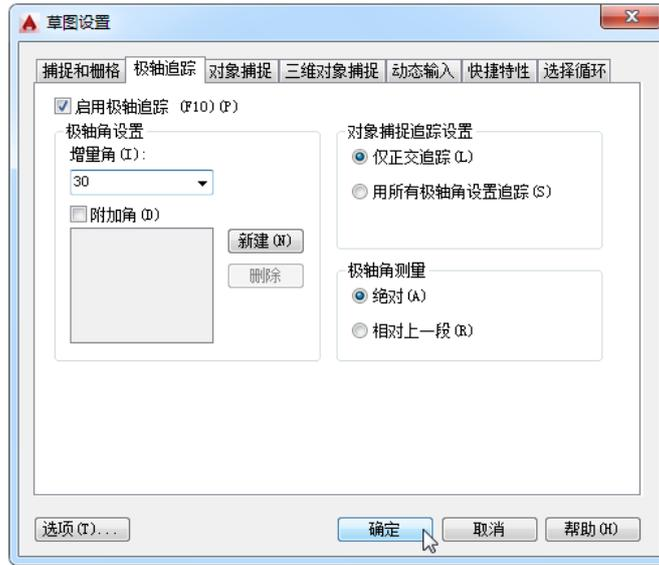

图 3-31 【草图设置】对话框
Step02: 打开【草图设置】对话框，在【极轴追踪】选项卡下，勾选【启用极轴追踪】复选框，设置增量角为 30，如图 3-31 所示。